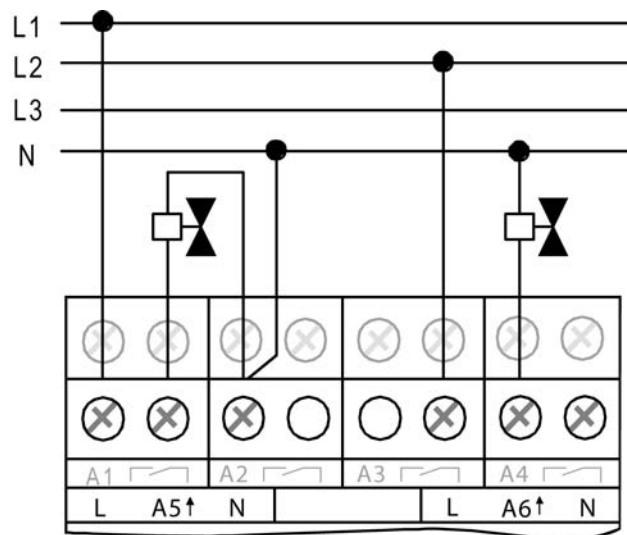

Bild 5: Elektrischer Anschluss für elektrothermische Stellantriebe
- Elektrothermische Stellantriebe gemäß dem Anschluss-Beispiel (siehe Bild 5) anschließen
- i** Die Neutraleiterklemmen (Kennzeichnung "N") neben den elektronischen Schaltausgängen sind ausschließlich als Anschlusshilfe für die Neutraleiter der Stellantriebe gedacht. Die Klemmen sind im Raumaktor mit keinem Spannungspotenzial und mit keiner anderen Anschlussklemme verbunden (freie Stützklammern) und können somit optional verwendet werden (siehe Bild 5).